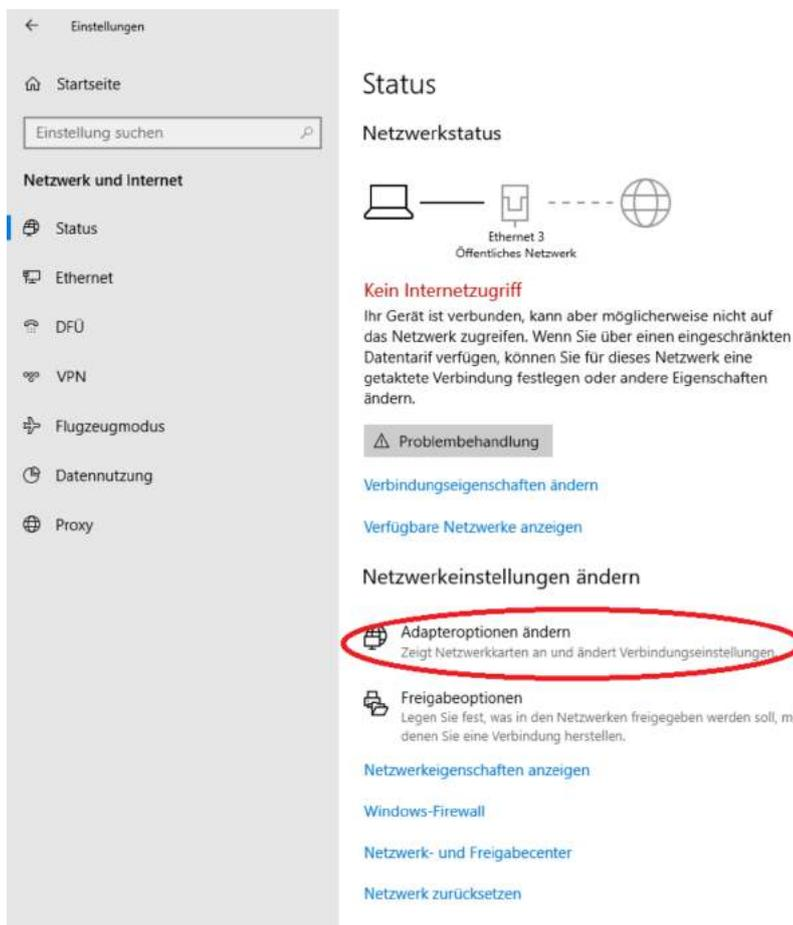
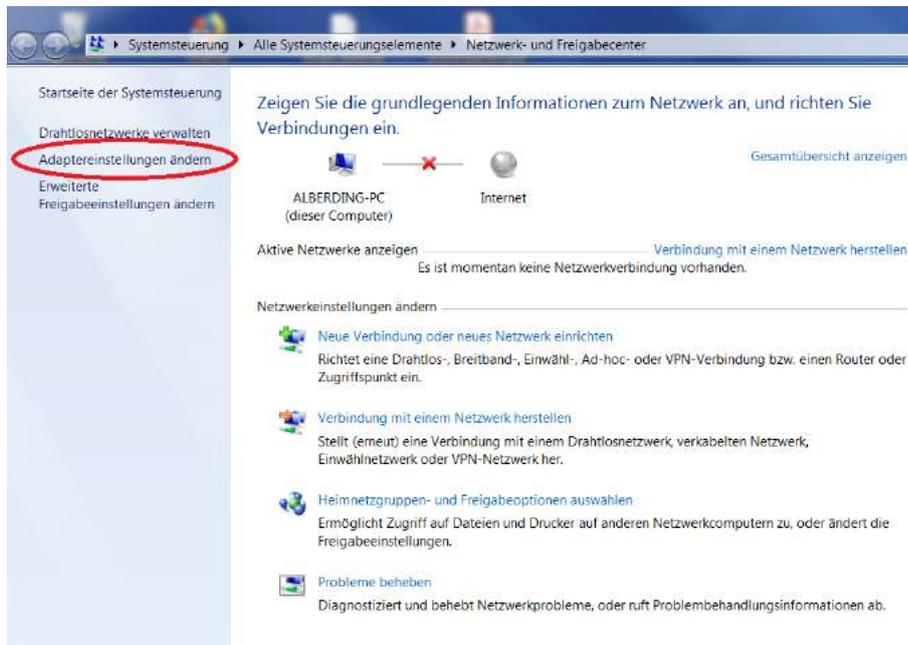

Abbildung 10: Adaptoptionen ändern (Windows 10)
Abbildung 11: Adaptereinstellungen ändern (Windows 7)
2. Klicken Sie dann auf „Adaptoptionen ändern“ (vgl. Abb. 10) in Windows 10 oder auf „Adaptiereinstellungen ändern“ (vgl. Abb. 11) in Windows 7.